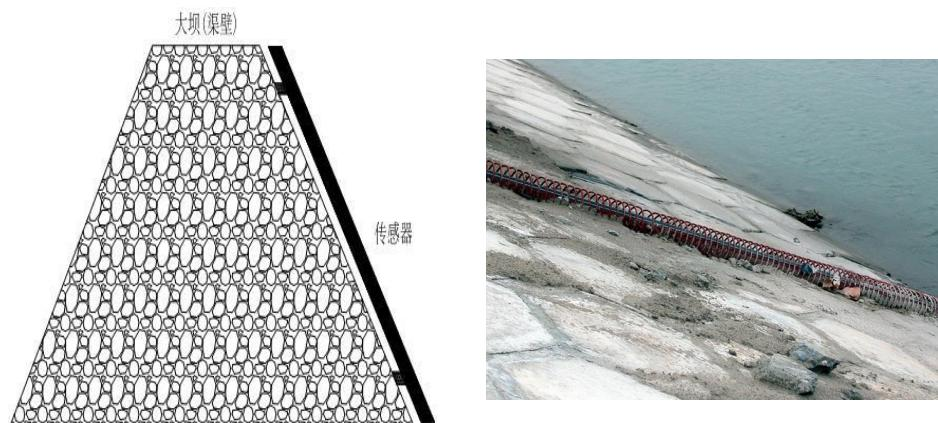

图 3.2 倾斜安装
**倾斜贴壁安装：**如图 3.2 所示，与垂直安装方法相同。此时要将电子水尺测量长度转换为测量高度，便于提高测量精度。